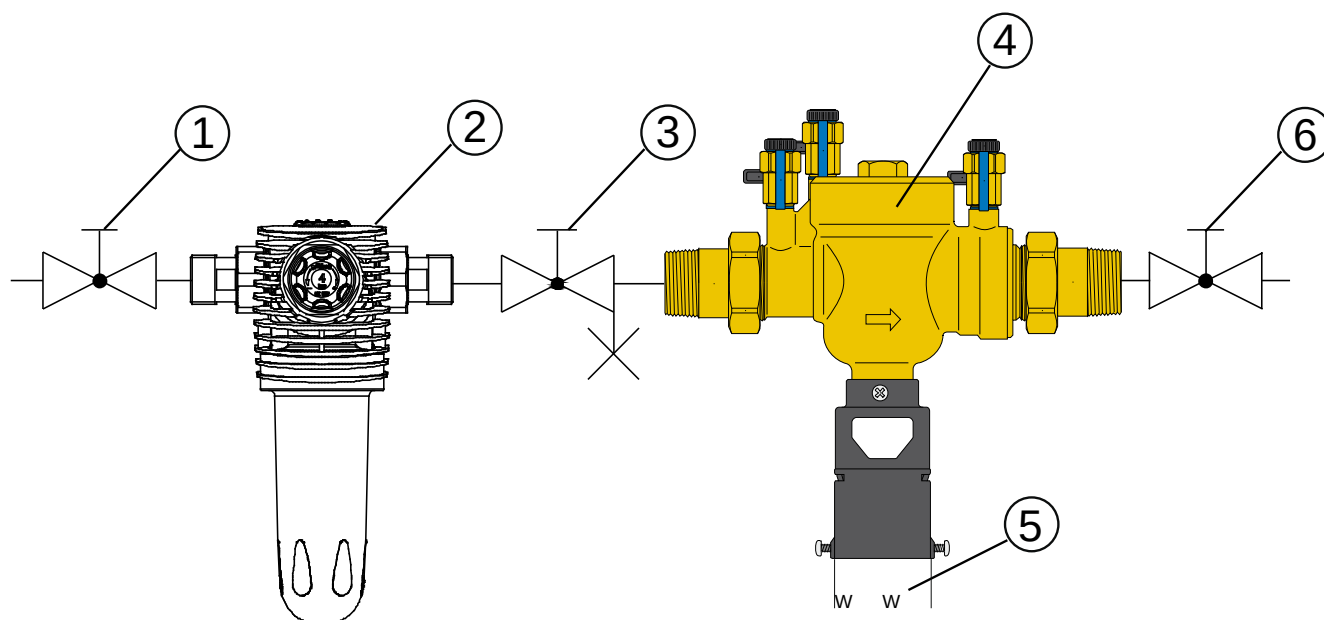

Fig. D-1 : Exemple d'installation d'un disconnecteur Euro GENO-DK 2
- Procéder à l'installation conformément au schéma d'installation (fig. D-1).